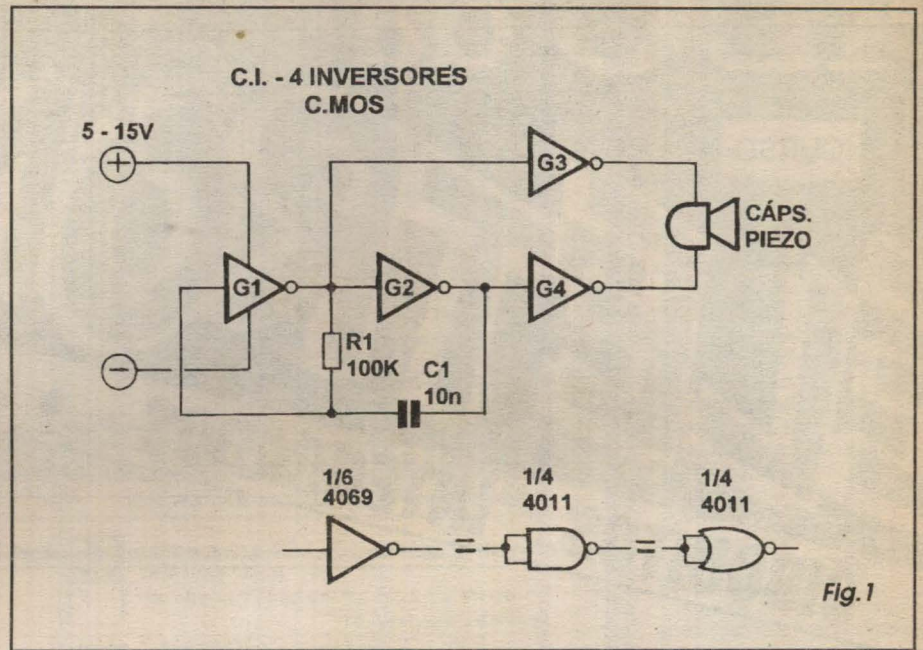

Fig.1
- FIG. 1 - Uma maneira muito prática, fácil e eficiente de gerar sons eletronicamente, é utilizando-se *astáveis* (osciladores) baseados em *gates* contidos em integrados da família digital C.MOS, especificamente os da série 40XX... Um arranjo *clássico*, fácil, direto, muito utilizado na prática, está na figura, totalmente estruturado com *gates simples inversores*... Conforme o caro leitor/aluno já viu em aula anterior, específica sobre os integrados digitais C.MOS, *gates simples inversores* podem ser facilmente obtidos, mesmo se a configuração dos blocos internos do integrado incluírem módulos com funções mais complexas (na categoria *gate*...) e dotados de várias entradas... Desde que tenham função NÃO (simbolizada por aquela *bolinha* junto ao terminal de saída do *gate*...), basta unir as suas eventuais várias entradas, para que o conjunto passe a atuar como um bloco *sim-*